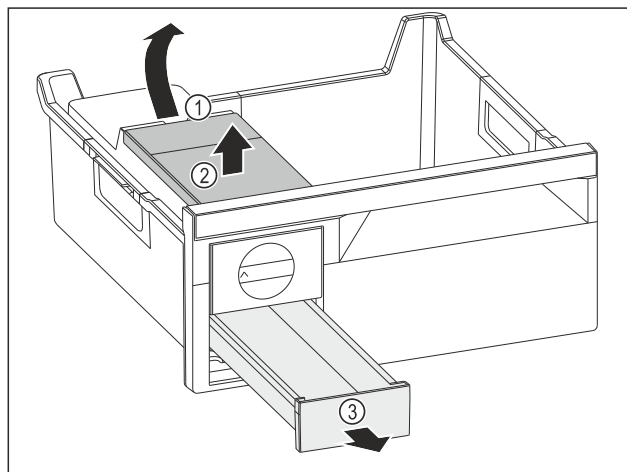

Fig. 77
- ▶ Estrarre il serbatoio dell'acqua: Sollevare il serbatoio dell'acqua nel vano Fig. 77 (1).
- ▶ Estrarre il serbatoio dell'acqua Fig. 77 (2) verso l'alto.
- ▶ Estrarre il cassetto del ghiaccio Fig. 77 (3) in avanti.